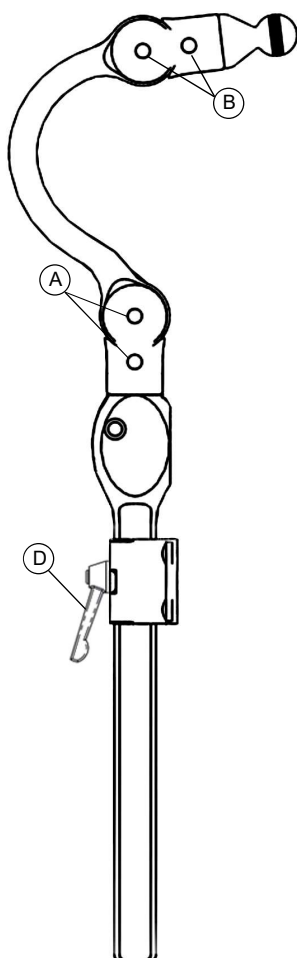
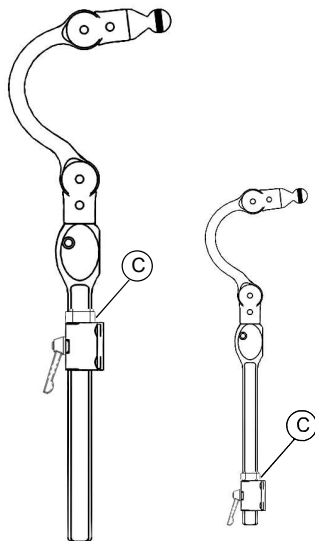

Fig. 1
Fig. 2
1. Vertical - Desserrez la manette de levier (Fig. 1, D) et réglez à la hauteur appropriée puis abaissez le collet de butée (Fig. 2, C). La barre verticale peut pivoter pour obtenir un angle de réglage supplémentaire pour l'assemblage coussinet/plateau inférieur.
2. Réglage de la profondeur et de l'angle - Desserrez les vis de serrage (Fig. 1, A & B) pour le réglage de la profondeur et de l'angle. Observez l'angle de réglage présenté en figure 3.
1. Dégagez le capuchon du pivot horizontal (Fig. 2, B). Placez la poignée en T ou le tournevis sous le capuchon et poussez vers le haut et l'extérieur. Voir Fig. 1. Le doigt d'indexage sur le collet anti-pivotement (Fig. 1, C) s'engage dans la fente en haut du récepteur amovible (Fig. 1, D) pour empêcher le pivotement.